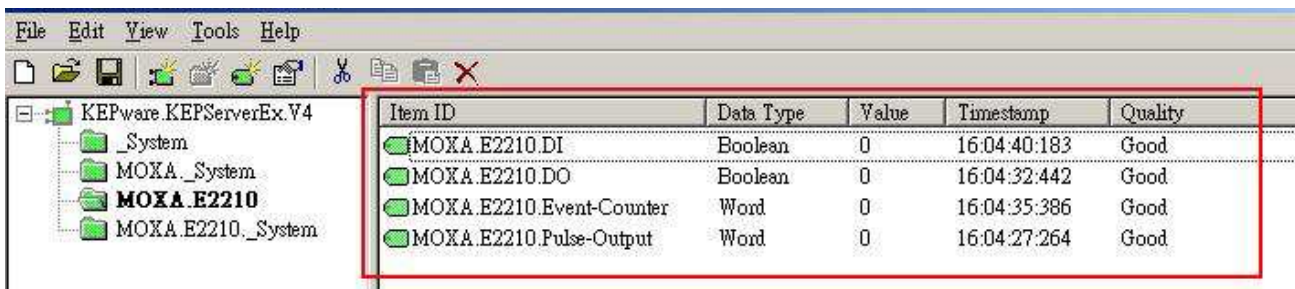

Рис. 16
2.10 В появившемся окне будут отображены настройки каналов и их статусы (Рис. 16):